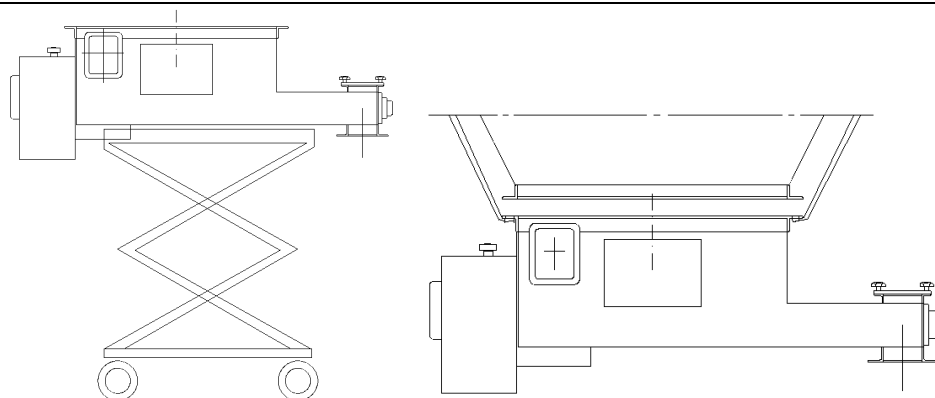

Bild 3. Exempel på lyfthjälpmiddel
- Vid montage av doserare, använd någon form av lyfthjälpmiddel, t.ex. en mindre truck eller ett lyftbord. Alternativt kan även lyftstroppar med schackel användas, se bild 3.